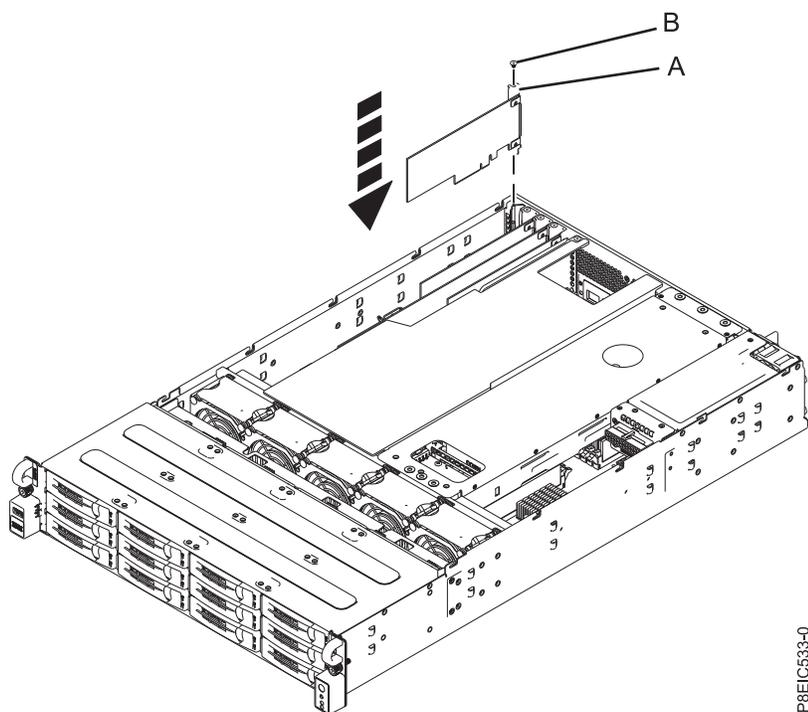

Figure 53. Installation de la carte PCIe (A) et de la vis (B)
5. Insérez la vis de fixation (**B**) et vissez-la pour fixer la carte PCIe dans le système, comme illustré dans la figure 53, à la page 48.